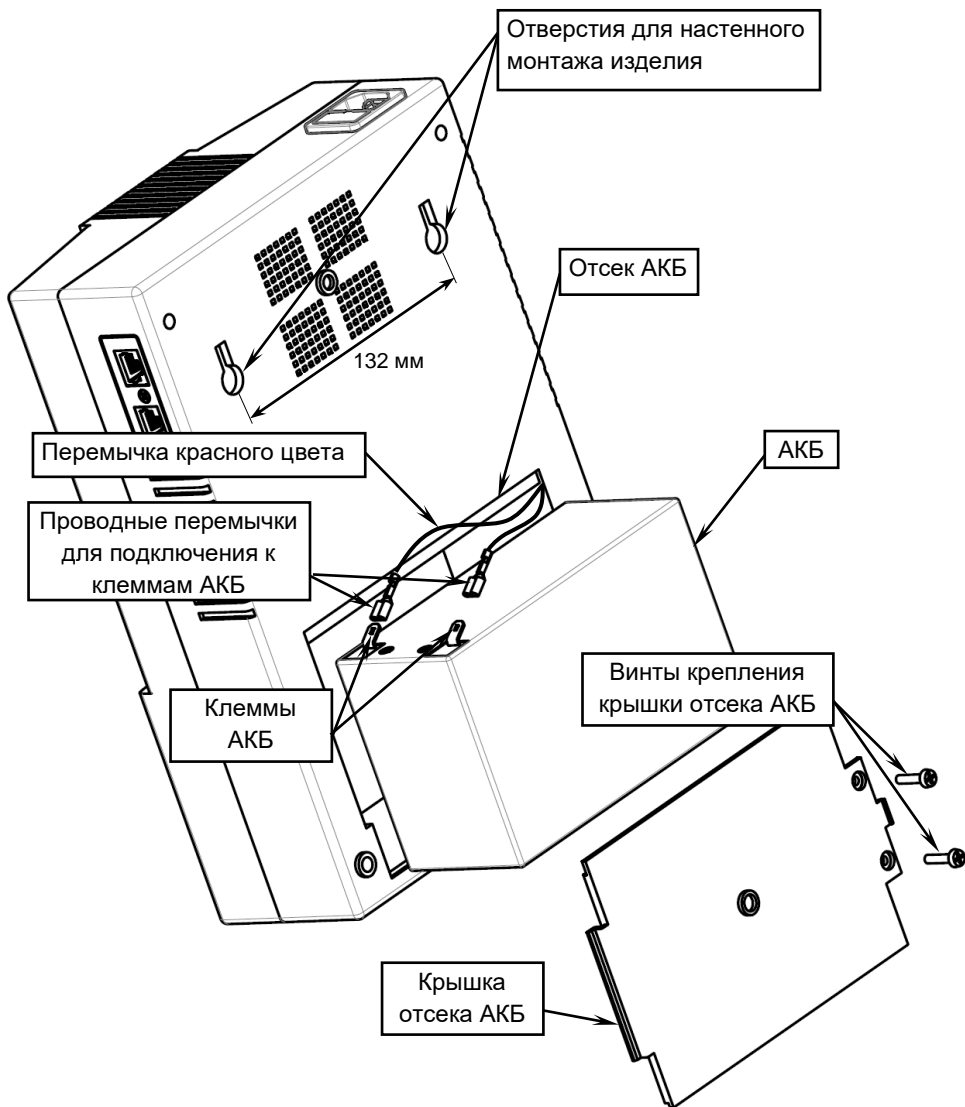

Рисунок 2 — Общий вид изделия сзади, отсек АКБ открыт.
Универсальное исполнение корпуса предусматривает возможность размещения изделия как на горизонтальной, так и на вертикальной поверхности (настенный монтаж, см. рисунок 2).
- отсек со встроенной аккумуляторной батареей, с возможностью ее быстрой замены (см. рисунок 2);
При горизонтальном размещении изделие можно установить на любую плоскую поверхность (стол, стеллаж и т. п.). При вертикальном размещении необходимо подготовить места крепления в соответствии с расположением крепежных отверстий на задней стенке корпуса изделия, (см. рисунок 2) крепеж в комплект поставки не входит).
2. Откройте крышку аккумуляторного отсека (см. рисунок 2).